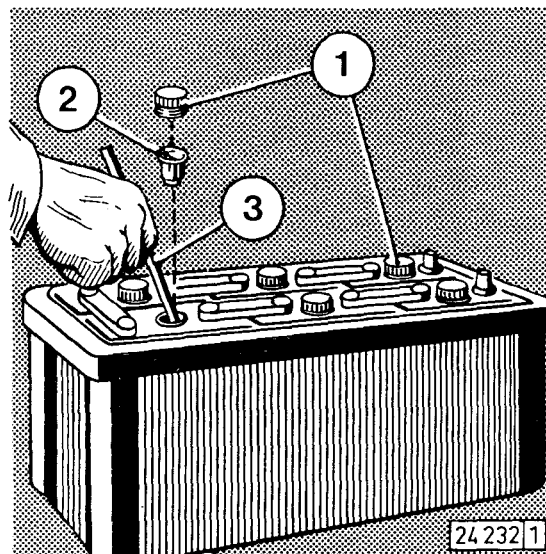

Fig. 42
- Remove cell caps 1 (Fig. 42).